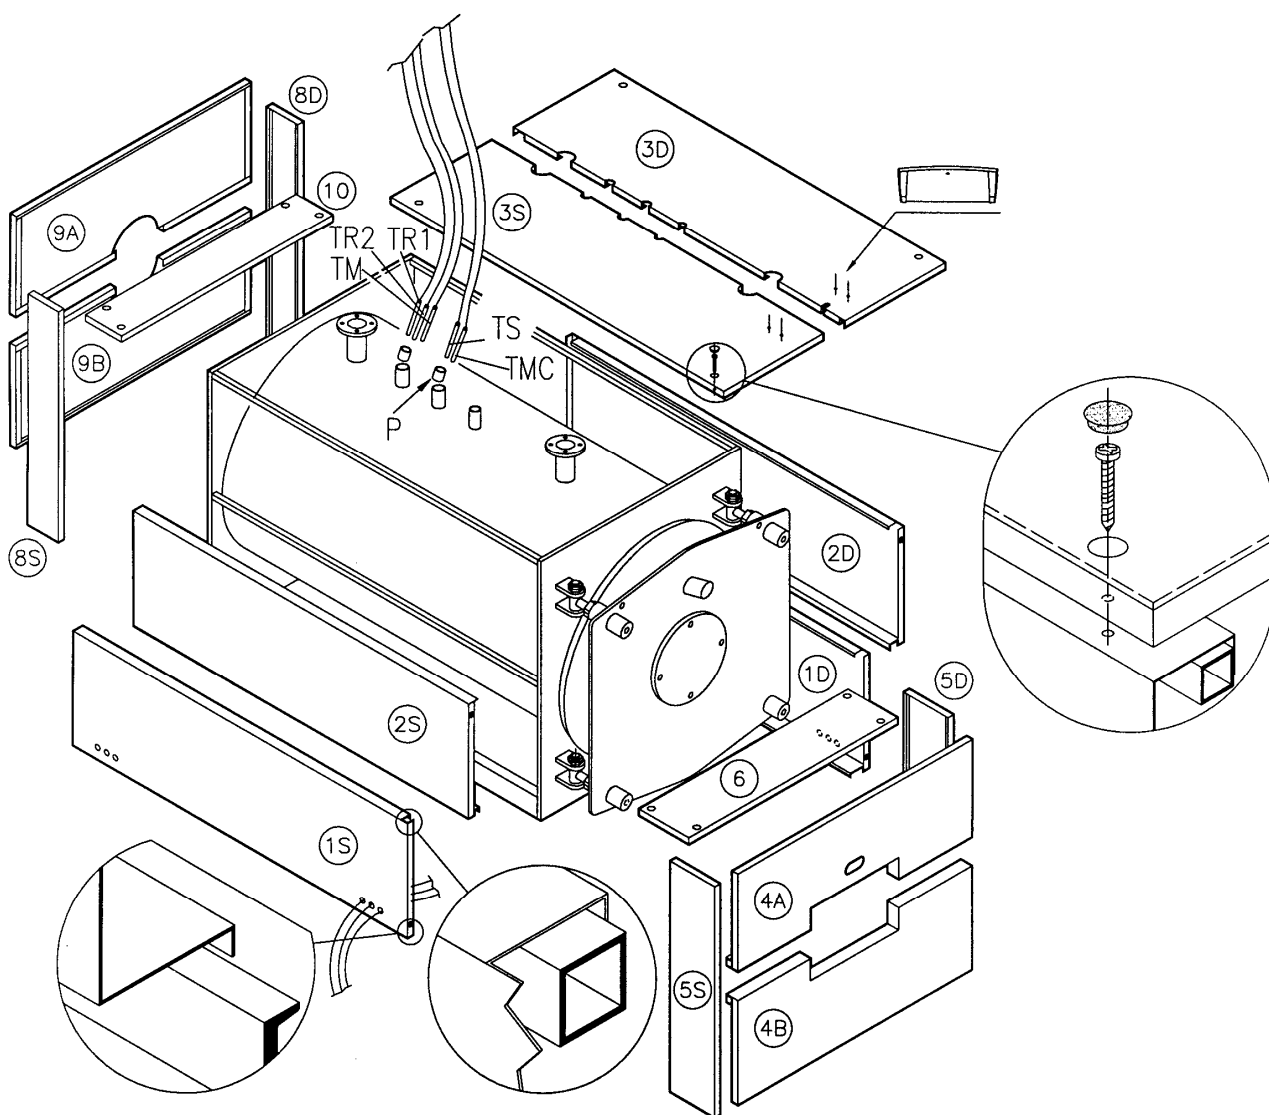

Рис. 10
4.3 ОБШИВКА КОТЛА REX/REX К 50÷130 (Рис. 10)